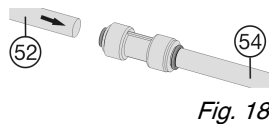

Fig. 18
- Raccorder les rallonges de tuyaux fournies Fig. 18 (54) aux tuyaux de l'appareil Fig. 18 (52): enfoncer les tuyaux de l'appareil jusqu'à la butée (env. 21/32" (17 mm)) dans les connecteurs.*